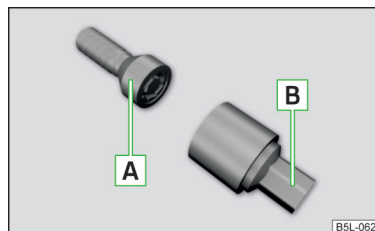

Abb. 251
Die Anti-Diebstahl-Radschrauben schützen die Räder vor einem Diebstahl. Diese lassen sich ausschließlich mit dem Aufsatzstück **B** » **Abb. 251 lösen/festziehen**.
- › Den Radschlüssel bis zum Anschlag auf die Radschraube stecken. Für die Anti-Diebstahl-Radschrauben das zugehörige Aufsatzstück verwenden » Abb. 251 auf Seite 233.